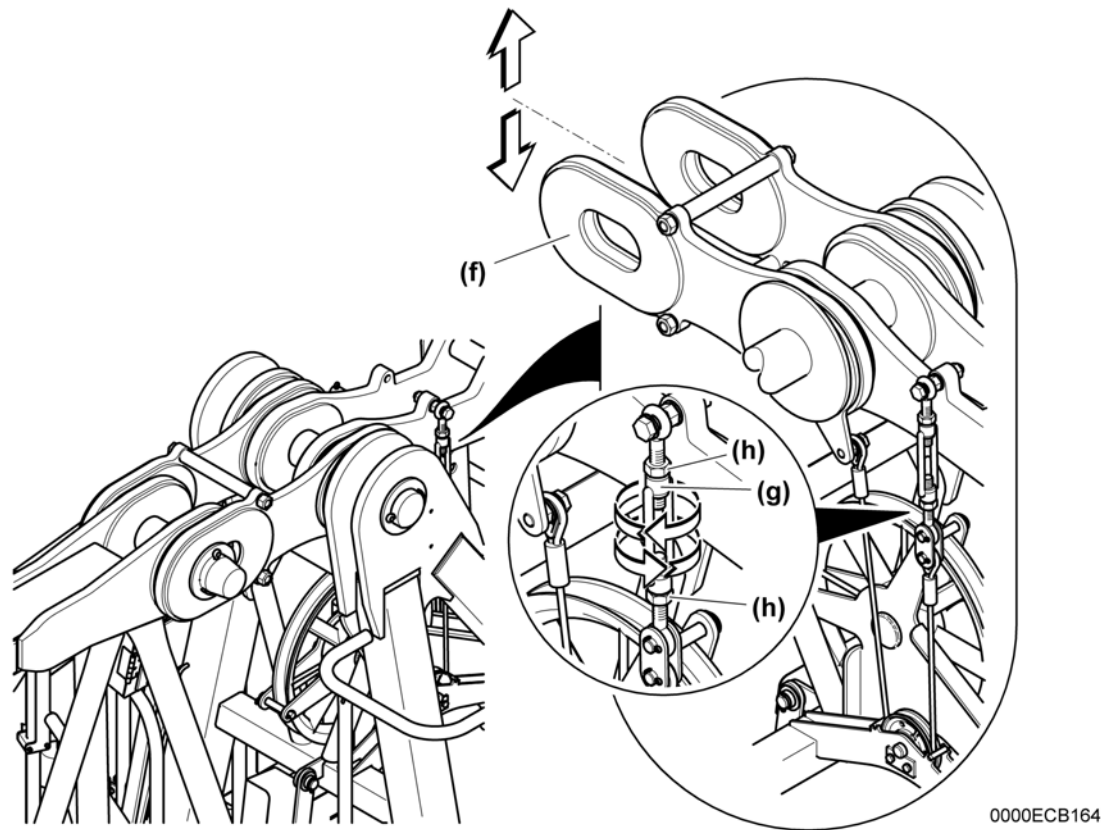

Fig. 6-124 Zugstange einstellen
- ▶ Zugstange über Seilschloß einstellen, bis Bolzen gesteckt werden kann (siehe: Fig. 6-124).